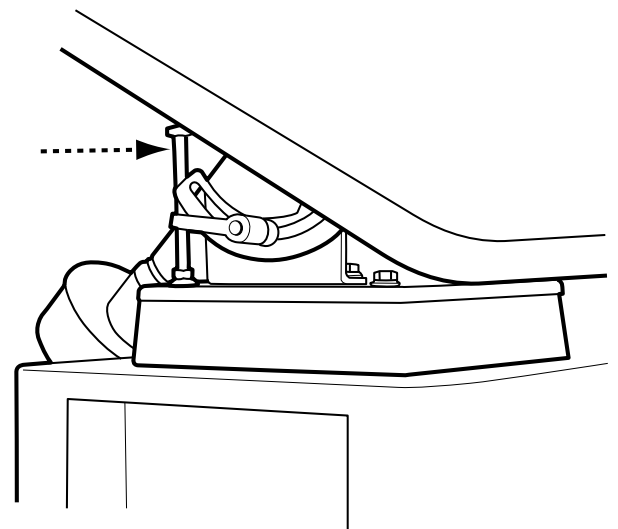

FIGURA 12
- Ajuste el tope fijo según se muestra en la Figura 12.